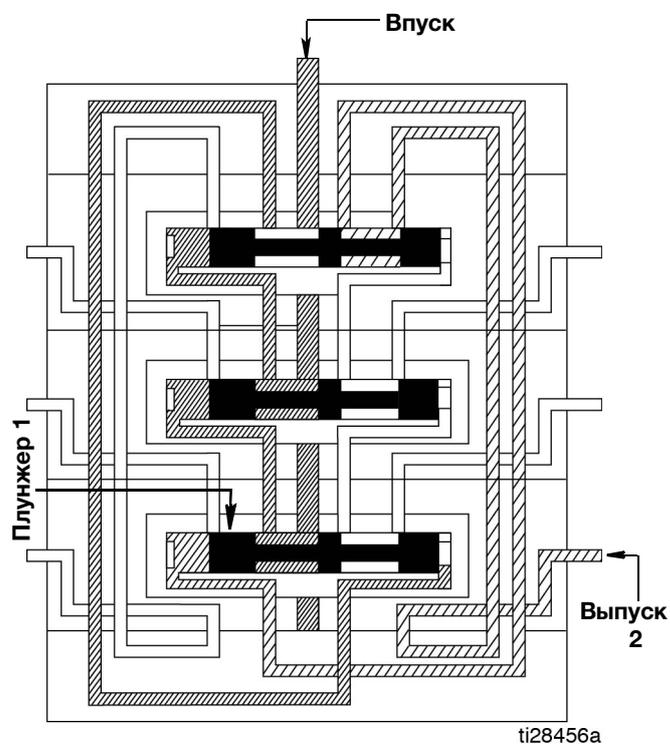

Рис. 13
2. Плунжер 1 открывается и производит подачу смазочного материала в выпускное отверстие 2 (Рис. 13).